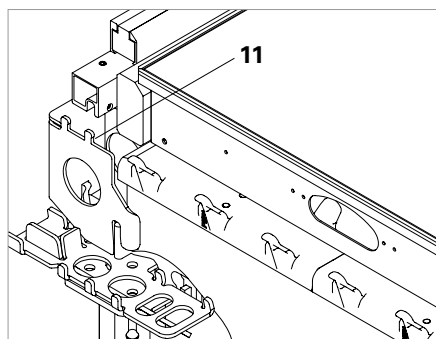

Fig. A5.14
- Support de rive SSL (11). (Fig. A5.14)
- lors de l'utilisation du support de rive SSL (Fig. A5.14)